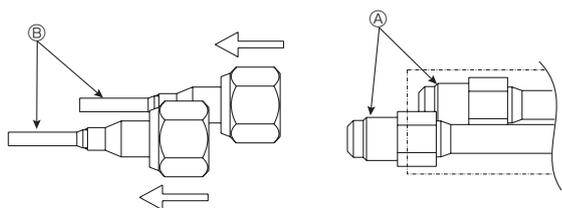
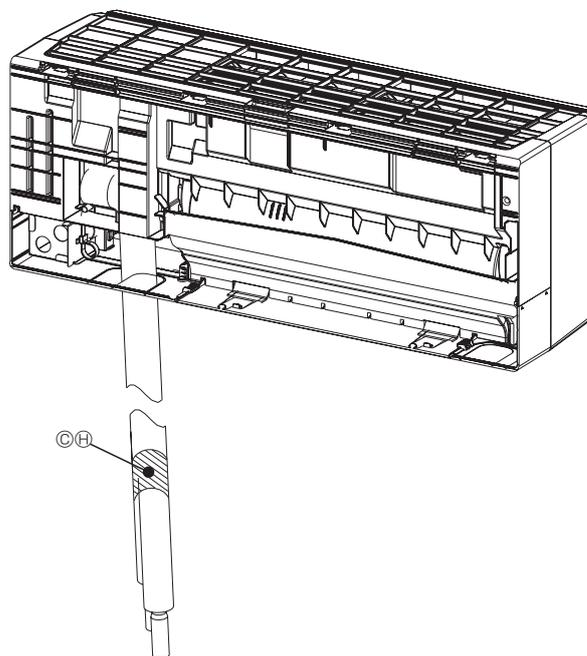

Fig. 3-9
Fig. 3-13
3.3.3. Cómo instalar las tuberías de conexión ⑥ (para el modelo WL04/06/08) (de la Fig. 3-9 a la Fig. 3-13)
- (1) Afloje la tuerca del lado de la tubería en forma de L con dos llaves y retire y deseche la tubería ⑦.
- (Entrada y salida de la tubería de agua) (Fig. 3-9)